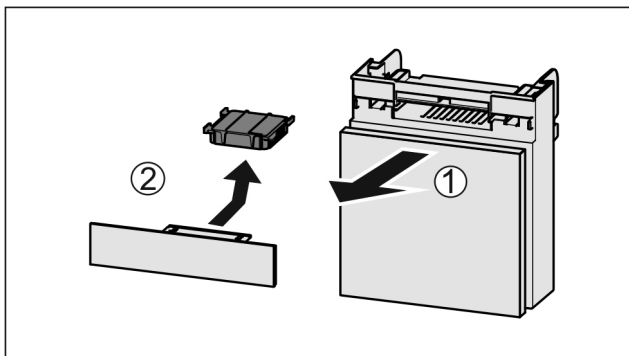

Fig. 127
- Retire el compartimiento hacia delante Fig. 127 (1).
- Retire el filtro de carbón activo Fig. 127 (2).